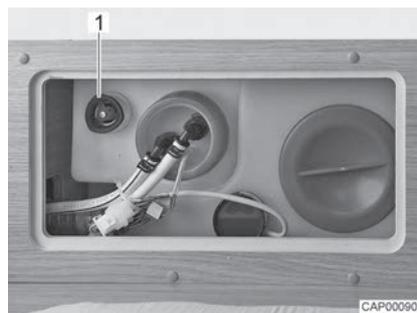

Fig. 93 Réservoir d'eau avec poignée tournante
- Faire tourner à fond dans le sens des aiguilles d'une montre la poignée tournante (Fig. 93,1) située sur le réservoir d'eau.
- Faire tourner la poignée tournante (Fig. 93,1) située sur le réservoir d'eau dans le sens inverse des aiguilles d'une montre jusqu'à ressentir une résistance. L'eau s'écoule, env. 20 litres restent.